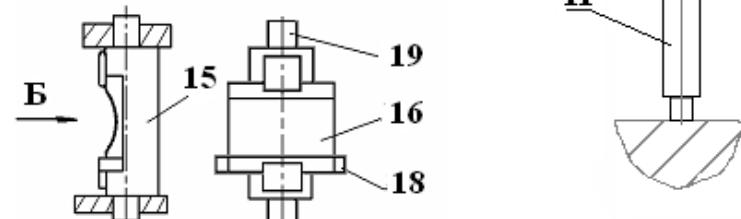

Рис. 3
- 4.4 Упор 4 состоит из поворотной оси 13, в прямоугольных направляющих которой установлен ползун 14 с цилиндрическим ручьем для упора изгибающей трубы. На торцах ползунов закреплены ограничительные планки 15, которые ограничивают перемещение ползуна 14 в направляющих оси 13. Цапфы 16 поворотной оси упора устанавливаются в отверстия нижней 3 и верхней 2 траверс (рис.3).